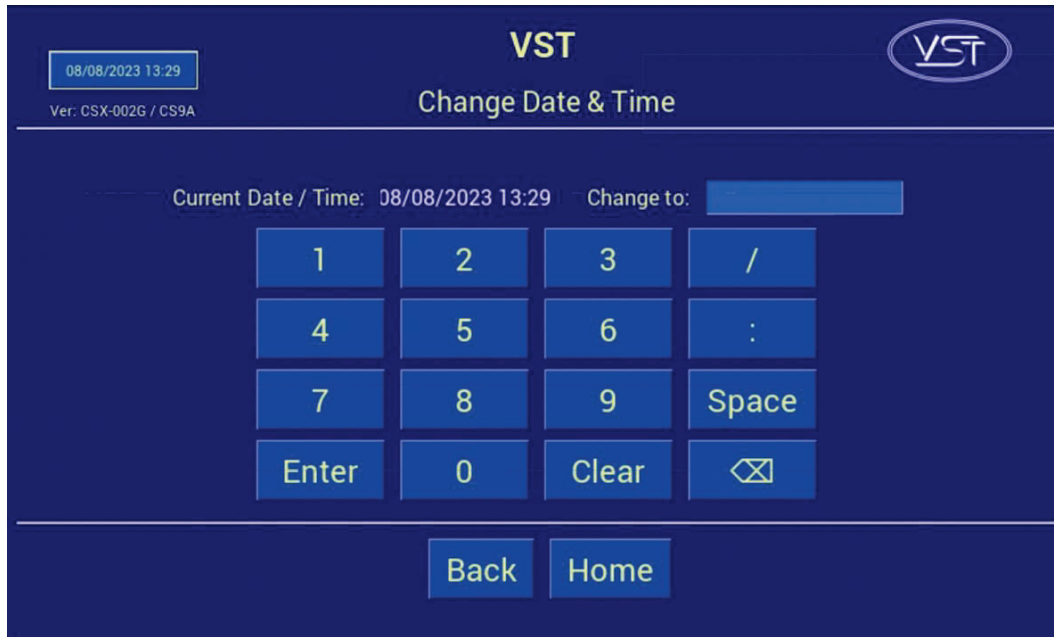

Figura 6-8: Pantalla de Fecha y Hora
2. En la pantalla de la interfaz de fecha y hora, inserte la fecha: (MM/DD/AA) luego la hora: (HH:MM). **Vea la Figura 6-8.**